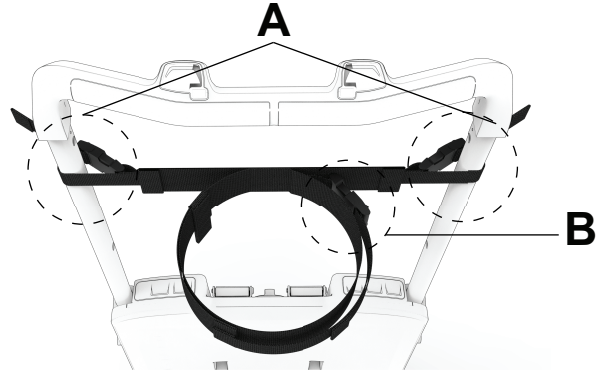

図 30 – サイド解除バックルを接続します
1. ストラップをグラブバーに巻き付け、サイド解除バックル (A) を接続します (図 30)。
5. ストラップを患者の頭部に巻き付け、サイド解除バックル (B) を接続します (図 30)。